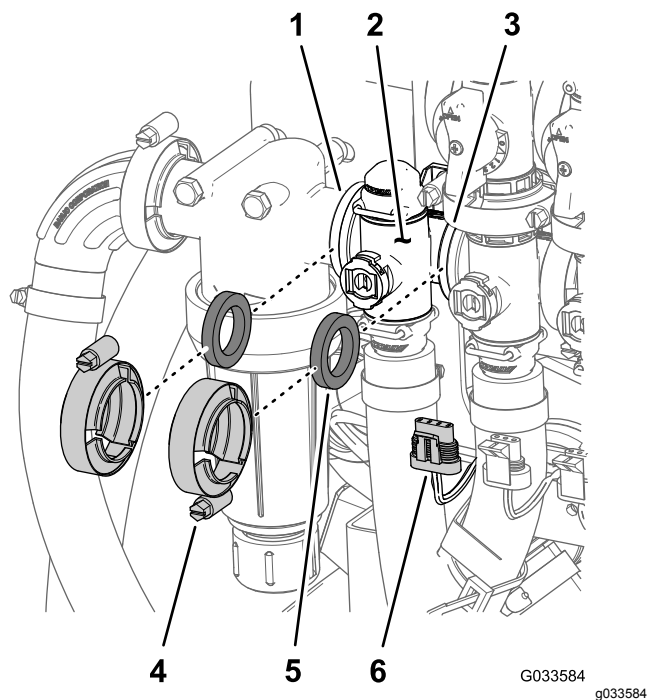

図 113
1. 散布量制御バルブ用のマニホールドを圧力フィルタと攪拌バルブに固定しているフランジクランプ2個とガスケット2枚を外す 図 113。